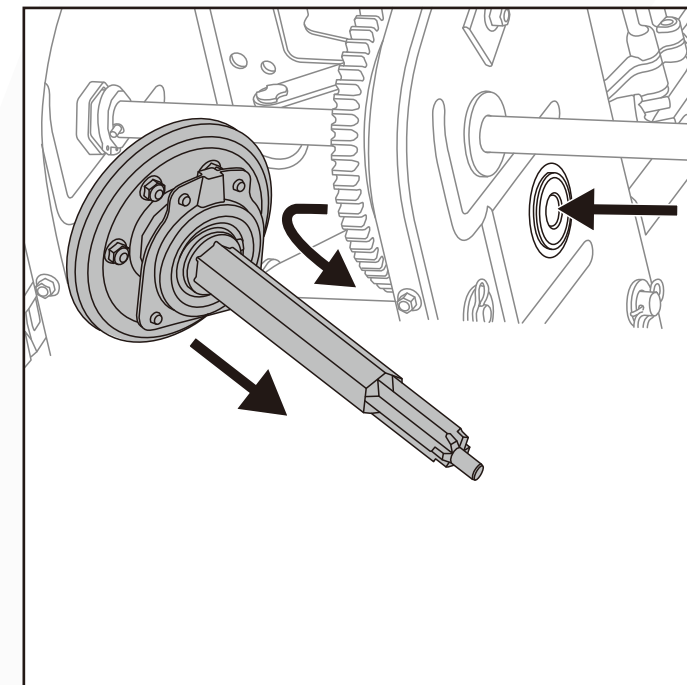

Figura 20C
8. Tire del extremo izquierdo del eje para deslizar el disco de fricción existente. (Figura 20C)